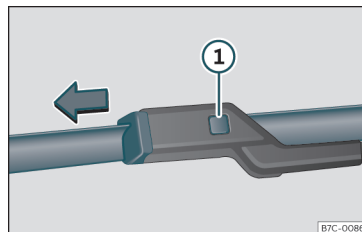

Abb. 41 Scheibenwischerblätter vorne auswechseln.
- Entriegelungstaste»» **Abb. 41** ❶ gedrückt halten und gleichzeitig das Scheibenwischerblatt in Pfeilrichtung abziehen.